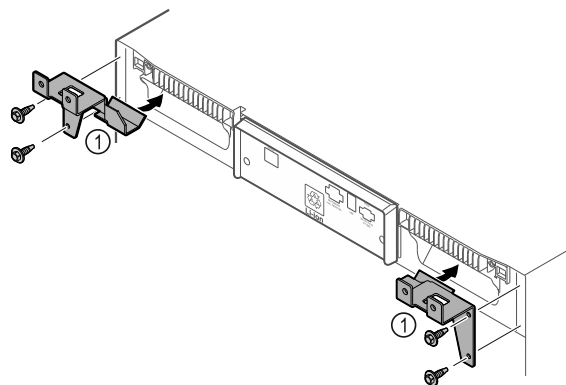

Fig. 10
- ▶ Uzmontējiet turētājelementus Fig. 10 (1) pie ierīces, izmantojot klātpievienotās pašvītņotājskrūves.